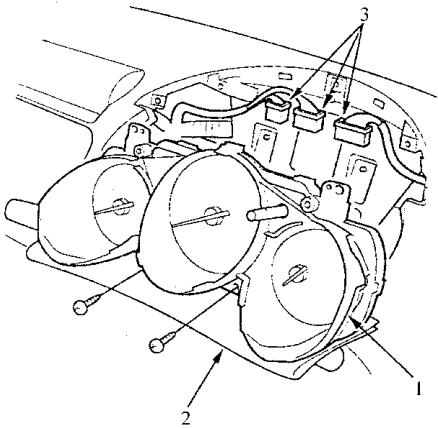

图 12-37 拆卸仪表总成
- 3) 如图 12-37 所示，拆卸仪表总成上的螺钉，给转向柱上盖遮上一块防护布。